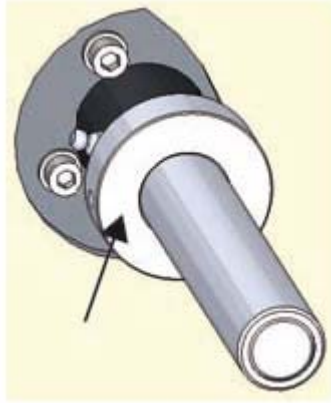

Figura 87. Anello di fissaggio dell'albero di sterzo
6. Togliere l'anello di fermo dell'albero di sterzo (figura 87).